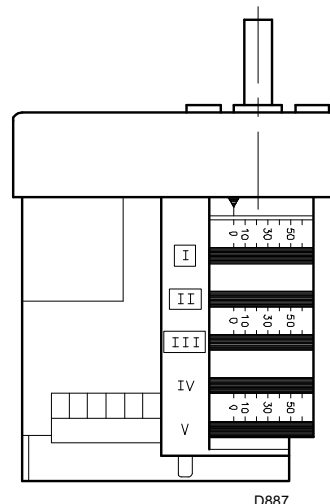
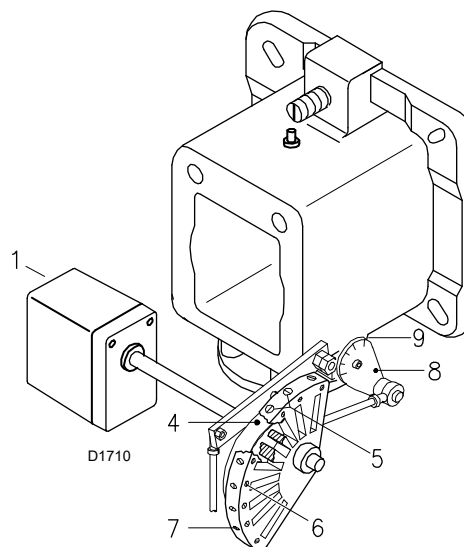
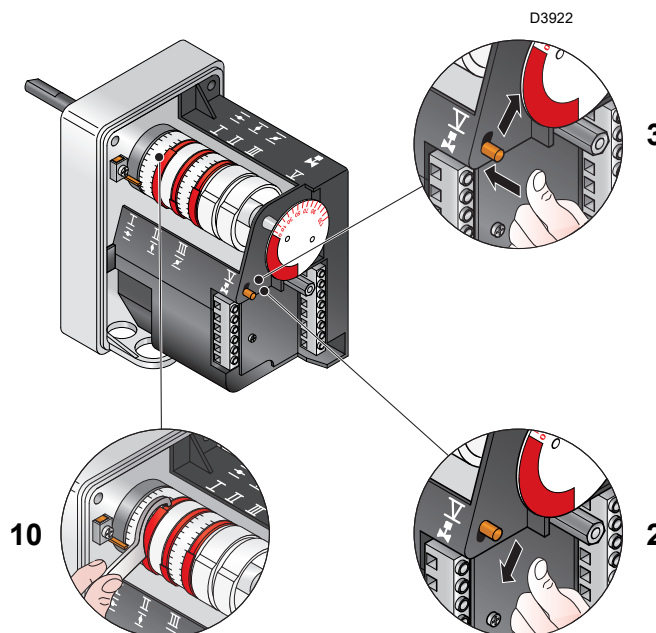

Fig. 25
Fig. 28
Fig. 29
Variér gradvist den endelige profil af knasten 4)(Fig. 28 på side 30) ved at justere skruerne 7).
- Hvis den skal reduceres, skal vinklen på knast III (Fig. 25) reduceres en smule med små bevægelser efter hinanden, dvs. bevæg dig fra en vinkel på:
- Hvis den skal øges, skal du kort trykke på knappen "effektøgning" 2)(Fig. 25) (åbne gasspjældet med 10-15°), øge vinklen på knast III (Fig. 29) med små, successive bevægelser, dvs. bevæg dig fra en vinkel på:
Variér gradvist startprofilen af knasten 4) ved at justere skruerne 5)(Fig. 28). Hvis det er muligt, så undlad at dreje den første skrue: det er den, der skal lukke luftspjældet helt.
**Forklaring** (Fig. 28 - Fig. 29)
Tryk kort på knappen 2)(Fig. 29) "effektøgning", så servomotoren roterer ca. 15°. Juster skruerne, indtil optimal forbrænding er opnået. Fortsæt på samme måde med de efterfølgende skrue.
Sørg for, at knastens profil ændres gradvist. Sluk brænderen med kontakten 1)(Fig. 27), position OFF, frakobl knasten 4)(Fig. 28) fra servomotoren ved at trykke og flytte knappen 3)(Fig. 29) mod højre, og kontroller flere gange ved manuelt at dreje knasten 4)(Fig. 28) frem og tilbage, at bevægelsen er jævn og fri for fastklemning.
Fastgør knast 4),(Fig. 28) til servomotoren igen ved at flytte knappen 2)(Fig. 29) til venstre.
Når justeringen er færdig, skal den fastgøres ved at dreje skruerne 6)(Fig. 28).